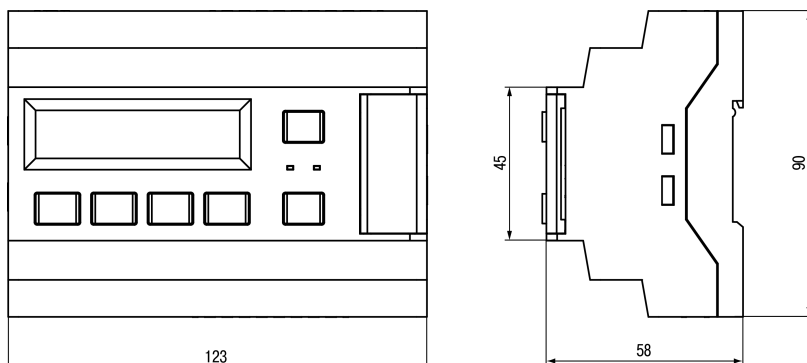

Рисунок 7.1 – Габаритный чертеж прибора
1. Подготовить на DIN-рейке место для установки прибора в соответствии с размерами прибора (см. рисунок 7.1).